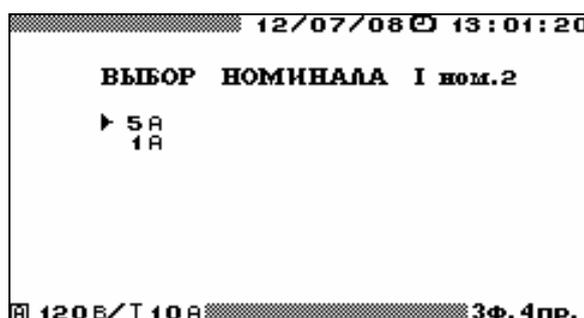

Рисунок 4.7.4. Окно выбора номинального тока эталонного и поверяемого ИТТ
**Внимание!** Перед началом поверки обязательно необходимо установить значение номинального тока вторичных обмоток эталонного и поверяемого ИТТ. Для этого необходимо войти в режим "Выбор номинала" (рисунок 4.7.4) и выбрать требуемое значение.